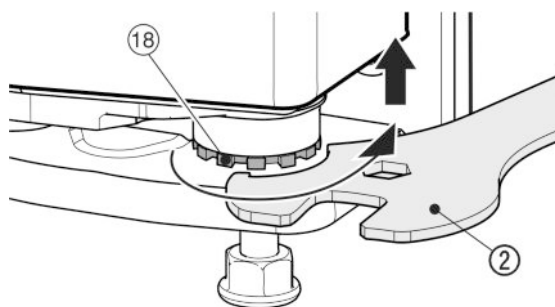

Fig. 18
- ▶ За повдигане на вратата отвийте надясно лагерния болт Fig. 18 (18) с приложения гаечен ключ Fig. 18 (2). В състояние на доставка лагерният болт е завит докрай.